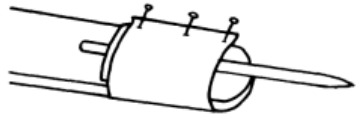

Рис. 582
3. Чтобы закрепить палочку в неподвижном положении, положите ее на гладильную доску для рукавов, как показано на рис. 582, и оберните полоской ткани, прочно заколов ее булавками.